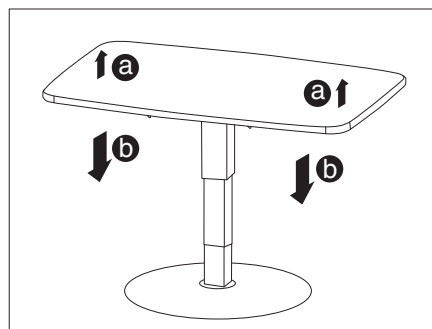

Bild 53 Hubtisch
- Tischplatte kurz anheben (Bild 53,a) und danach nach unten drücken (Bild 53,b), bis gewünschte Höhe erreicht ist.